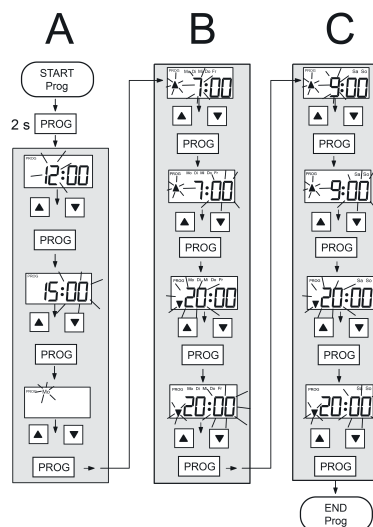

Bild 3: Programmierschritte
Nach dem Start der Programmierung werden nacheinander die folgenden Schritte durchlaufen (Bild 3).
- Taste **Prog** drücken um den eingegebenen Wert zu speichern und den nächsten Wert aufzurufen (Bild 3).